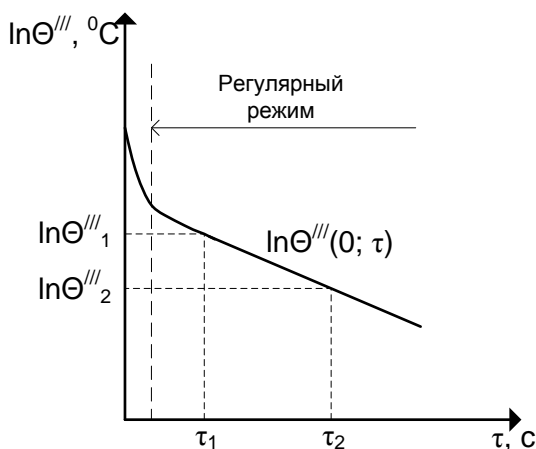

Рис. 4. Зависимость $\ln\theta'''=f(\tau)$ при ГУ III рода
1. Рассчитать избыточную температуру образцов θ''' в каждый момент времени по выражению (11).
2. Построить зависимость $\ln\theta'''=f(\tau)$ и обозначить на графике участок, соответствующий регулярному режиму (рис. 4).
3. Рассчитать темп нагрева (охлаждения) для образцов, используя значения θ''' для двух моментов времени регулярного режима (10):